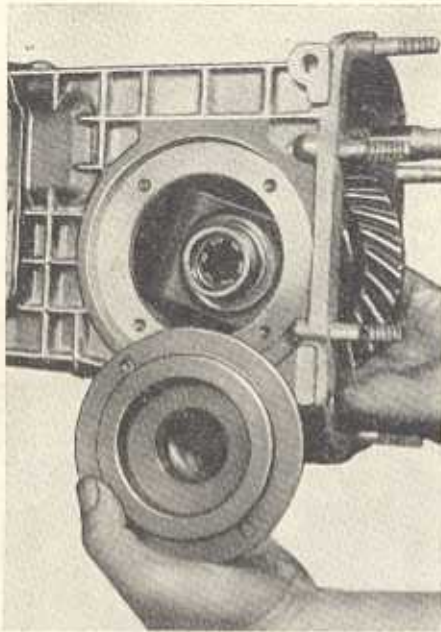

Bild G 73. Einsetzen des Hilfslagerflansches
2. Beim Einschlagen der Kegelrollenlager ist zu emp-fehlen, als Widerstand im Getriebegehäuse einen Hilfsflansch auf der gegenüberliegenden Seite ein-zusetzen und mit zwei Schrauben zu befestigen (Bild G 73).